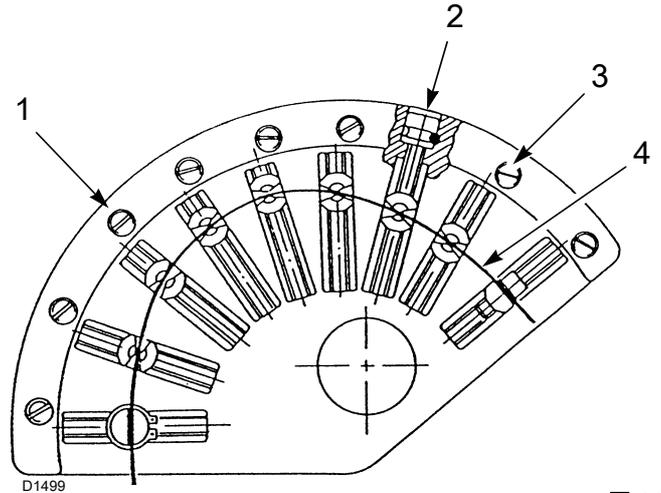

图 33
- ▶ 使用螺钉 2) (图 33) (凸轮 1, 图 35) 调节钢带来调整风量。
- ▶ 达到最佳设定后，务必使用螺钉 3) (图 33) 锁定钢带的调节螺钉。
为了重复现有设定，要特别注意：当在钢带 4) (图 33) 上滑动的上部轴承与调节螺钉 2) (图 33) 之一对准时，停止旋转。
拧松或拧紧预设螺钉 2) (图 33)，以增加或减少风量，使其与相应的轻油量匹配达到最佳燃烧状态。
设定出力(最大、最小和中间)后，需要使用锁紧螺钉 3) (图 33) 锁定所有空气调节螺钉 2) (图 33)，以避免空气-轻油校准位置移动。
图例 (图 33)